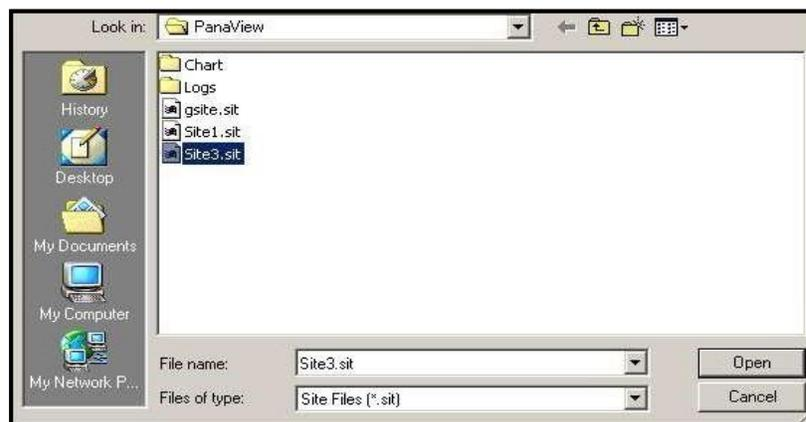

Figura 32: Seleção de arquivos de local
2. Clique no botão *Save Site to Meter*. Será aberta uma tela similar à Figura 32 a seguir.
3. A janela *Site File Selection* (Figura 32 na página 91) será aberta. Destaque um local com as configurações desejadas e clique em [Open]. O PanaView salva o local no medidor com o novo nome e as configurações desejadas.
3. A janela *Site File Selection* (Figura 32 na página 91) será aberta. Digite o nome de local desejado (agora com uma extensão .prt) e clique em [Save]. O PanaView exibe uma versão em texto do local, como mostrado na Figura 34_a seguir.